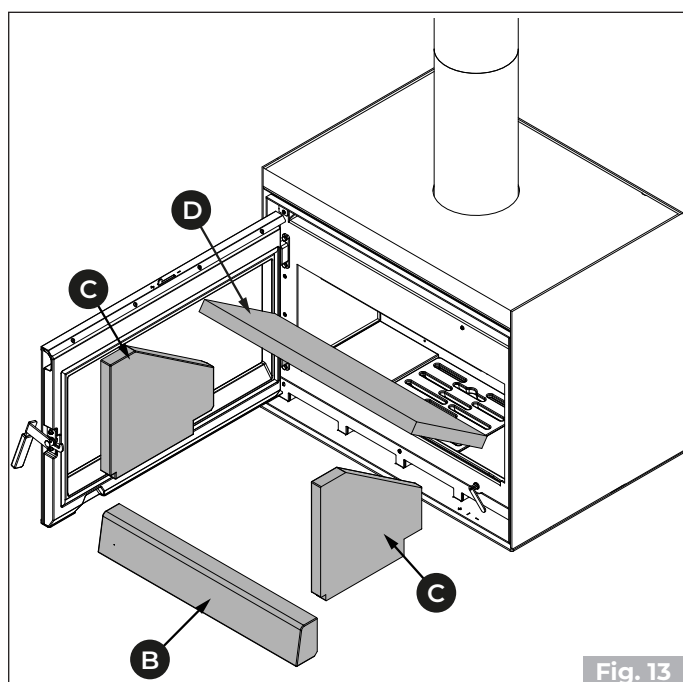
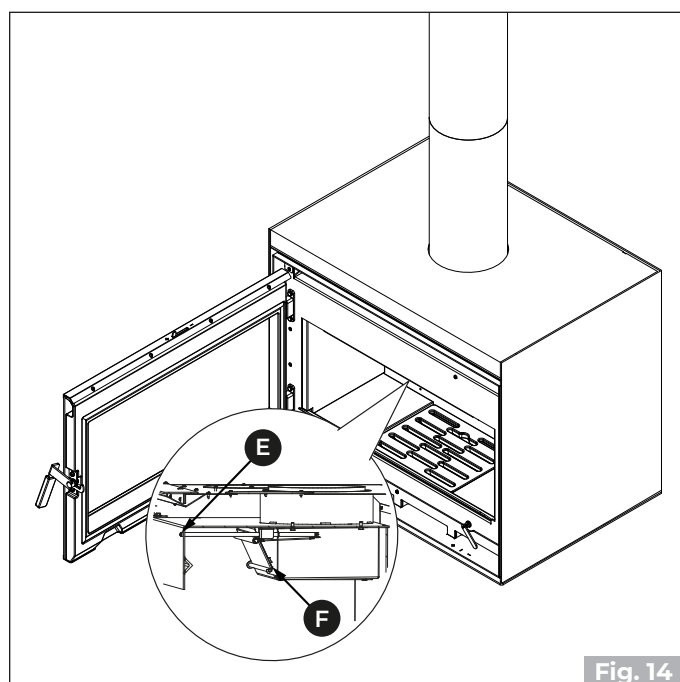

Fig. 13
Fig. 14
El aparato se proporciona con la válvula de bypass (**F**) ya regulada a tope con la caja (**"Fig. 14"**). Si no se ha realizado una regulación adecuada volver a calibrar la válvula para obtener una buena combustión.
1. Remover en secuencia la pared de fondo (**B**), las paredes laterales (**C**) y el deflector superior (**D**) (**"Fig. 13"**).
2. Aflojar el tornillo (**E**) con el fin de posicionar a tope la válvula de bypass (**F**) en la caja (**"Fig. 14"**).
Abir la puerta, levantar el deflector (D) y remover la chapa de la post-combustión (A) ("Fig. 13"). Remover en secuencia la pared de fondo (B), las paredes laterales (C) y el deflector superior (D) ("Fig. 14") (párrafo "Regulación válvula bypass").